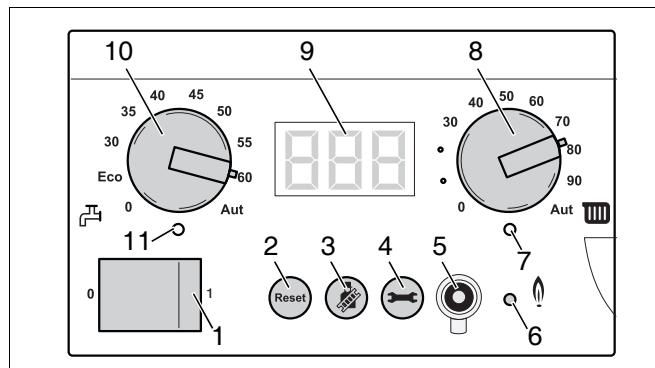

Fig. 72 Regolatore di base BC10
- Disattivare l'impianto di riscaldamento agendo sull'interruttore di esercizio del regolatore di base Logamatic BC10 (fig. 72, pos. 1).
- Attivare l'impianto di riscaldamento agendo sull'interruttore d'esercizio del regolatore di base Logamatic BC10 (fig. 72, pos. 1).
- Dopo l'accensione del LED "Bruciatore" (fig. 72, pos. 6) attendere un minuto, finché la caldaia funzioni a carico parziale.
- Mantenere premuto il tasto "Spazzacamino" (fig. 72, pos. 3) (per circa due secondi), finché sia visualizzato il punto nella parte inferiore destra del display (fig. 72, pos. 9). Vedere anche tab. 8, „Prova di combustione“, pag. 37.